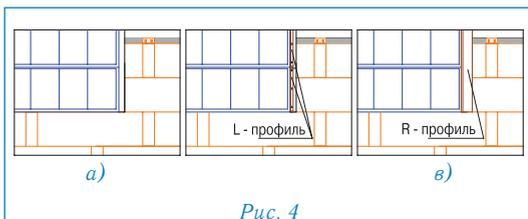

Рис. 4
Оформление бокового стыка панелей ТЕГОСОЛАР с черепицей ТЕГОЛА (рис. 4)
- Установите L-профиль, предварительно соединенный с бутилкаучуковой лентой (рис. 4б) так, чтобы лента полностью перекрывала стык панелей ТЕГОСОЛАР и черепицы ТЕГОЛА;
- установите R-профиль поверх L-профиля (рис. 4в).